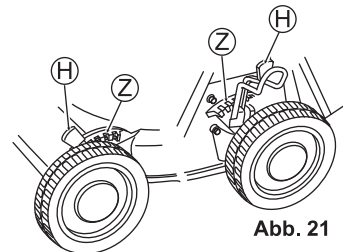

Abb. 21
2. Drücken Sie den Schnitthöheneinstellhebel (H) in Richtung Rad und lösen Sie ihn von den Rasten (Ausnehmungen) (Z). (Siehe Abb. 21 und 22)